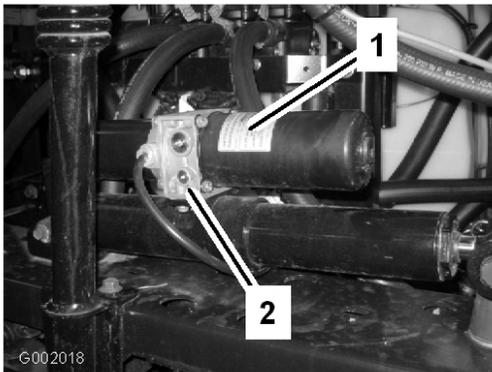

Figure 46
1. Localisez le clapet de décharge manuel de l'actionneur sur chaque rampe. Le clapet de décharge manuel est le plus petit des valves et se trouve d'un seul côté du corps de l'actionneur (Figure 46).